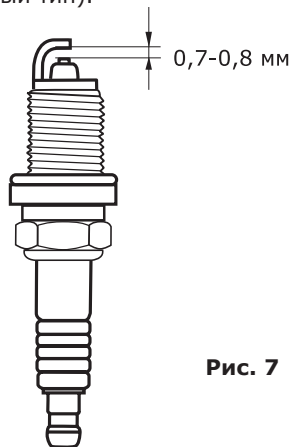

Рис. 7
- Проверьте величину зазора между заземляющим и центральным электродами, используя специальный щуп. При необходимости установите зазор **0,7–0,8 мм** (рис. 7).